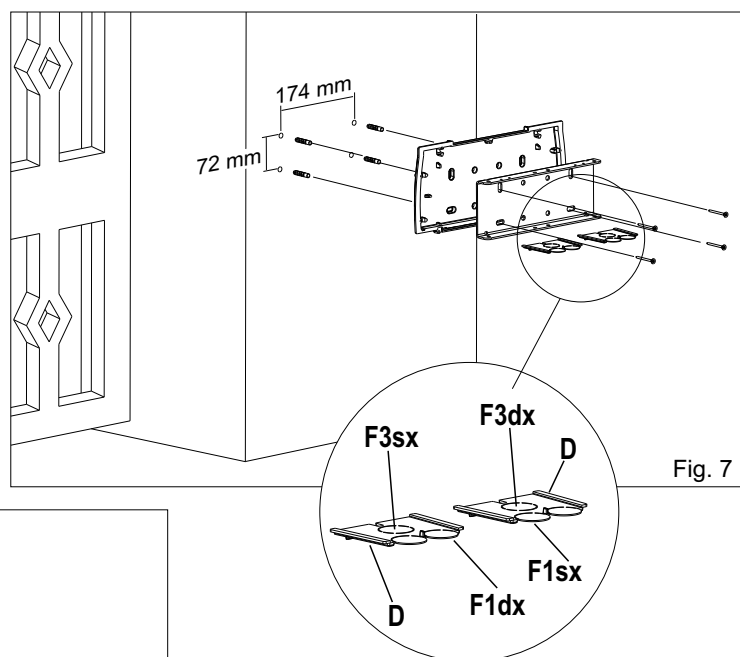

Fig. 7
- Fixer la plaque arrière et la plaque d'ancrage au pilier avec 4 vis et 4 Fischer non fourni (Fig. 7).
- Insérer dans les fentes appropriées les bouchons "D" en ouvrant avec une paire de pinces le trou "F1" correspondant à la sortie de l'arbre du réducteur, ouvrir également le trou "F3" plus interne, pour l'utiliser comme passage des câbles (Fig. 7).